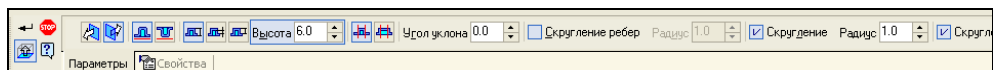
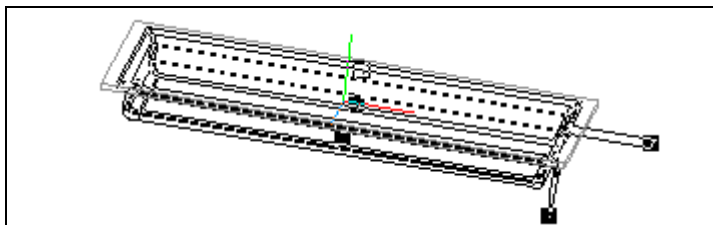

Рис. 41.2. Панель свойств: Закрытая штамповка
Рис. 41.3. Фантом закрытой штамповки
- ♦ на панели инструментов **Элементы листового тела** нажмите кнопку **Закрытая штамповка** . Система перешла в режим создания закрытой штамповки. На экране появилась Панель свойств: Закрытая штамповка (рис. 41.2) и фантом закрытой штамповки (рис. 41.3). Панель свойств имеет две вкладки: **Параметры** и **Свойства**. Вкладка **Свойства** аналогична